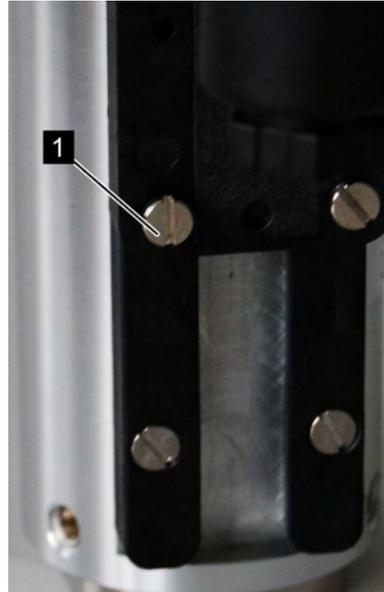

Abb. 32: Feststellschrauben lösen
1. ▶ Die Feststellschrauben des Schaltkontaktes (Abb. 32/1) mit einem Schlitzschraubendreher lösen
6. ➔ Feststellschrauben des Schaltkontaktes (Abb. 32/1) mit einem Sechskant-Schraubendreher wieder anziehen. Dabei Schrauben-Anziehdrehmoment beachten.